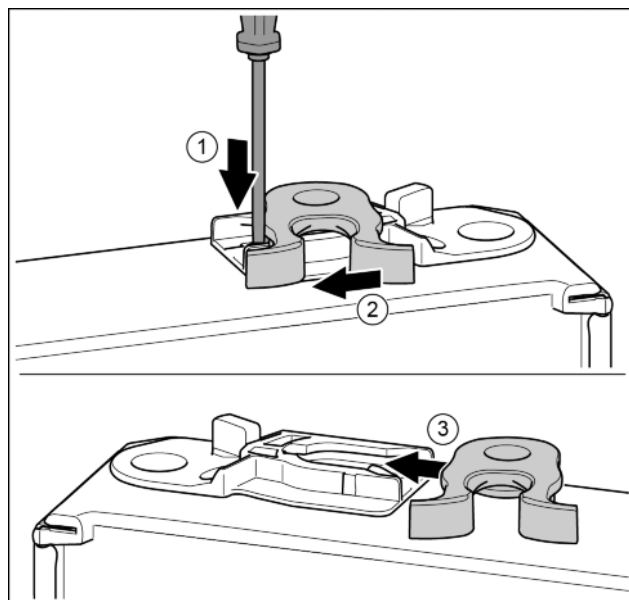

Fig. 15
- ▶ Nakładkę wcisnąć w dół przy pomocy śrubokręta. Fig. 15 (1)
- ▶ Hak zamykający wyjąć z prowadnicy. Fig. 15 (2)
- ▶ Hak zamykający wsunąć w prowadnicę znajdującą się z drugiej strony. Fig. 15 (3)